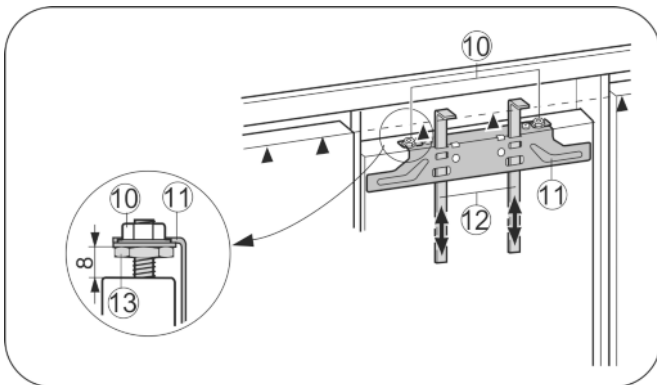

Fig. 25
- Montagehilfen Fig. 25 (12) auf Möbeltürhöhe hochschieben. Untere Anschlagkante ▲ der Montagehilfe = Oberkante der zu montierenden Möbeltür.
- Befestigungstraverse Fig. 25 (11) über die Kontermuttern Fig. 25 (10) abschrauben.